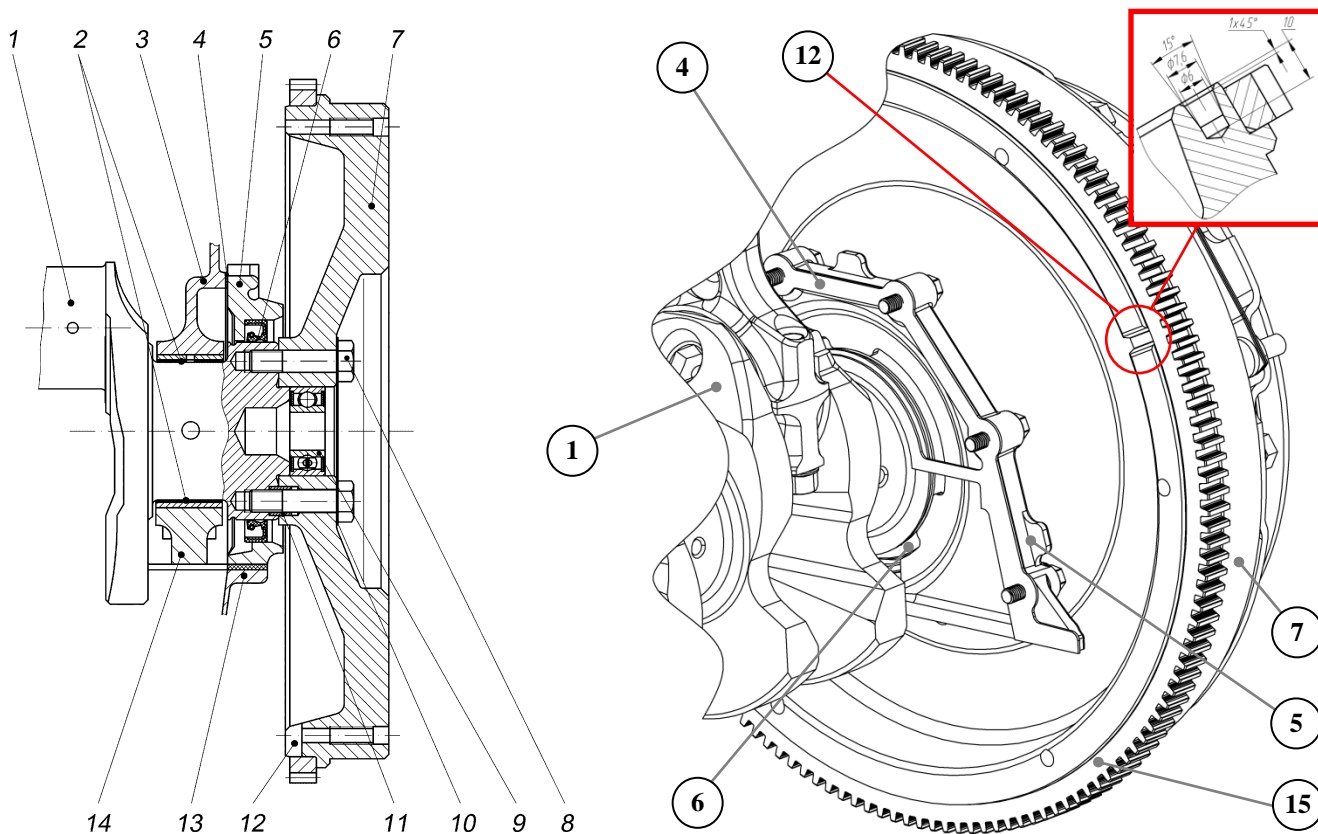

Рис.23. Задний конец коленчатого вала:
На центрирующий цилиндрический посадочный выступ фланца коленчатого вала (рис.23) и втулку 11, запрессованную в задний фланец коленчатого вала, установлен маховик 7, прикрепленный к фланцу с помощью восьми самостопорящихся болтов 8 через термоупрочненную шайбу 10. Термоупрочненная шайба служит для увеличения надежности соединения. В гнездо маховика установлен подшипник 9 передней опоры первичного вала коробки передач.
**Маховик** (рис.23) – отлит из серого чугуна, имеет напрессованный стальной, упрочненный закалкой токами высокой частоты, зубчатый венец 15. Маховик подвергается статической балансировке отдельно от коленчатого вала. Масса маховика 13,2 кг.